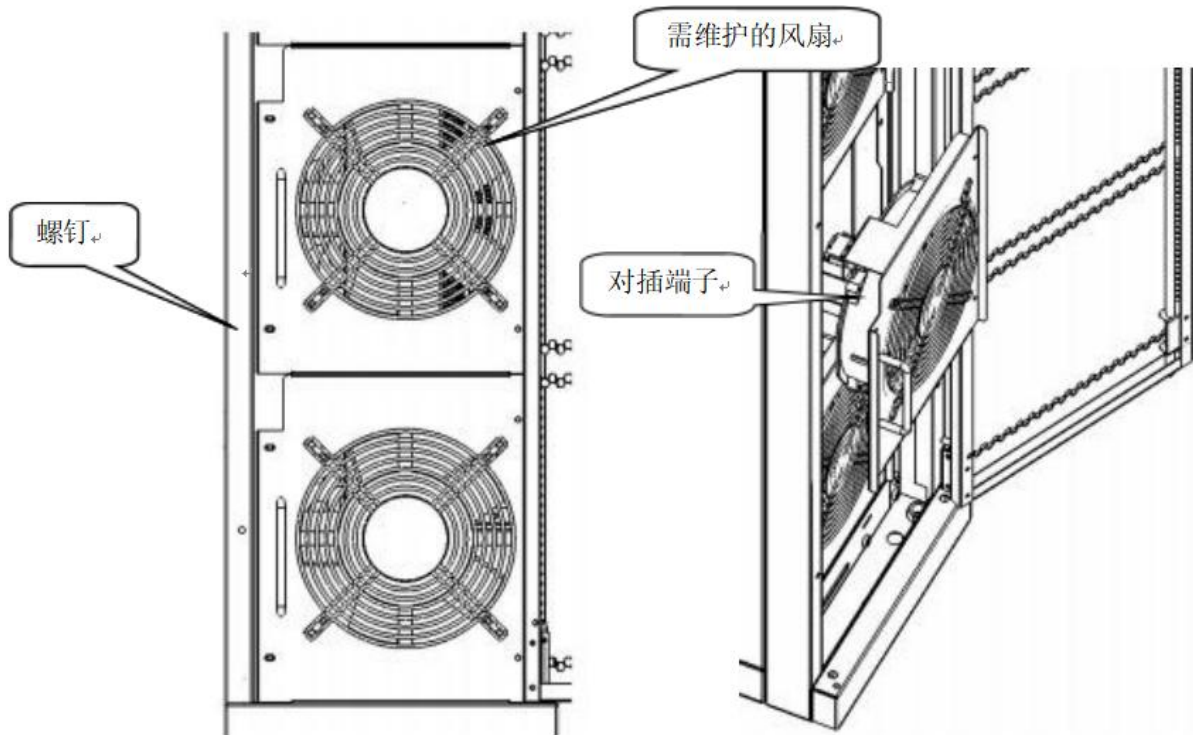

图 6.2.1 风扇维护图
- 2、待风扇完全停止转动后，卸下固定风扇组件的 4 个螺钉，如图 6.2.1。